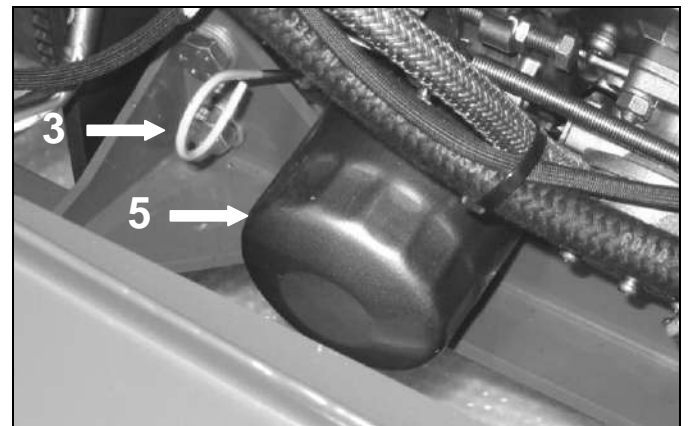

fig.8/2
- 28 - Tomas hidráulicas tipo push-pull 1/2" F-ISO7241-1A (fig.8/18) con distribuidor de doble efecto para herramientas que necesitaran mandos hidráulicos suplementarios, controlado por la palanca **A** (fig.8/18).
- 21 - Compartiment batterie électrique 12 V 65 A (fig.8/6)